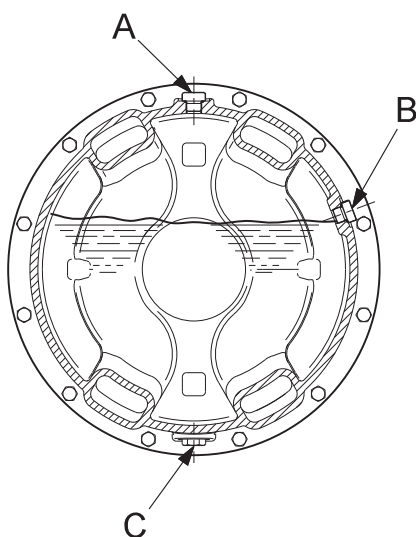

Рис. 8 Насос с масляными пробками
1. Определить положение резьбовых пробок А, В и С относительно друг друга. См. рис. 8;